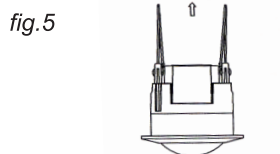

fig. 5
- Introducir el detector en el orificio ya preparado de 65mm Ø (fig. 5)